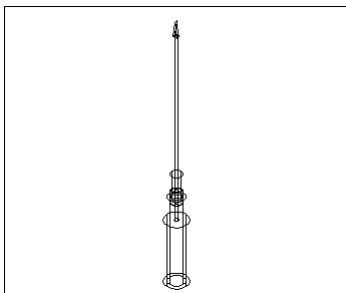

图 1-8
14. 在命令行直接输入 isolines, 设定线条密度为 4。单击  按钮, 切换到西南视图, 如图 1-8 所示。